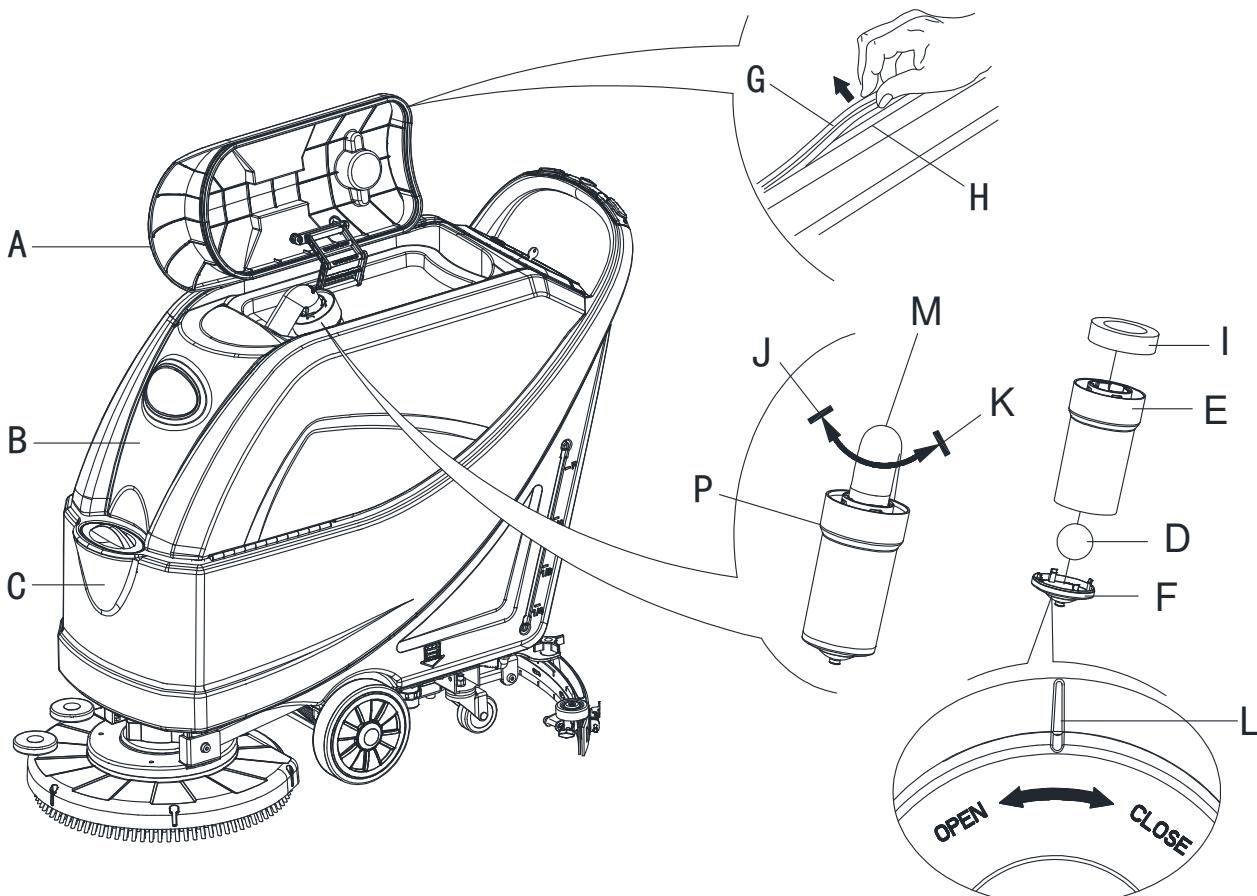

Figura 21
2. Asegúrese que la máquina está apagada y la llave de ignición (54) ha sidoretirada.
3. Gire la tapa del tanque de recuperación (A, Figura 21) a la posición de 90 grados, donde se puede despegar del tanque, y luego desmonte el filtro de flotador de bola (P) del tanque.
5. Si es necesario, siga los símbolos "ABIERTO" y "CERRADO", como se muestra en la (Figura 21) para abrir la tapa inferior (F) del filtro del flotador de bola y luego limpiar la bola del flotador (D), el marco de soporte del filtro (E) y la esponja de filtro (I). Después de la limpieza, fijar la bola del flotador (D) en el marco de soporte del filtro (E) y luego alinee la ranura de marca (L) de la tapa inferior (F) del filtro del flotador con la ranura de marca (L) del marco de soporte del filtro del flotador (E). Enrosque la tapa inferior del filtro flotador de bola apretándola bien, y fijar la esponja del filtro (I) en el marco de soporte del filtro del flotador (E). Por último, conecte la manguera de aspiración de agua sucia (M).
7. Compruebe si la superficie de contacto de la tira de sellado (G) de sellado es íntegra y el sellado es suficiente. Si es necesario, saque la tira de sellado del tanque a través de la ranura (H) y reemplácela. Aplique una nueva tira de sellado como se muestra en la (Figura 21), la junta debe estar de vuelta en la zona media.
8. Cierre la tapa del tanque de recuperación (A).